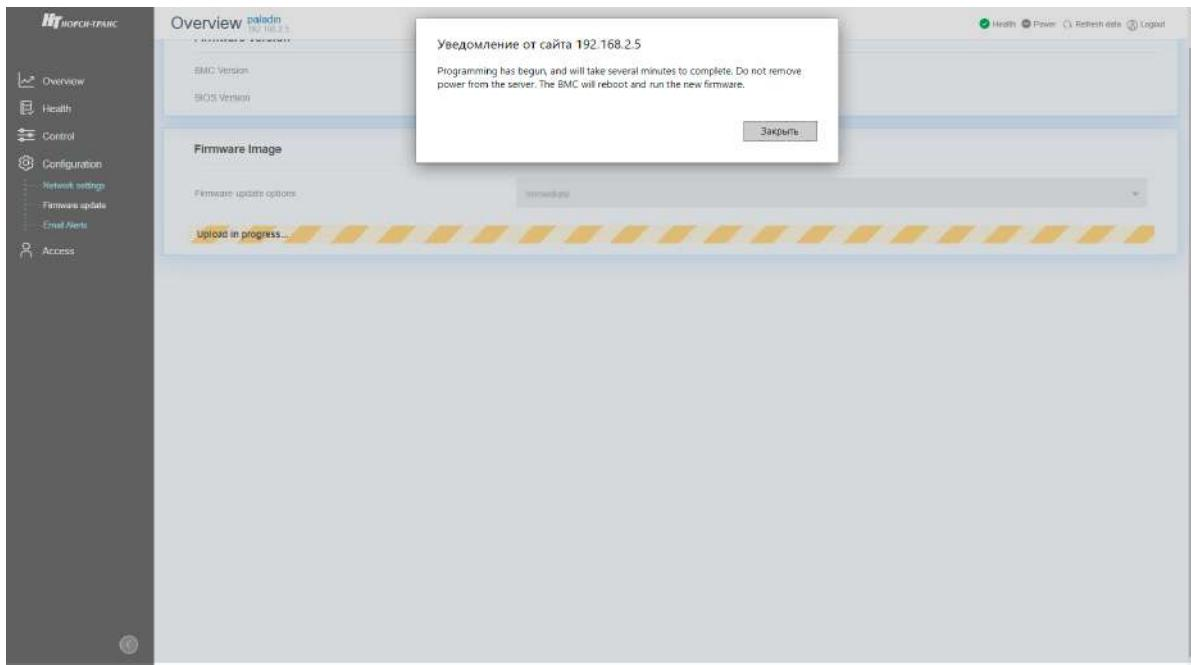

Рис. 80. Окно с уведомлением о завершении установки обновления BMC
- 7) После обновления BMC появиться сопутствующая надпись об успешном завершении обновления. Окно показано на рис. 80 Окно с уведомлением о завершении установки обновления BMC